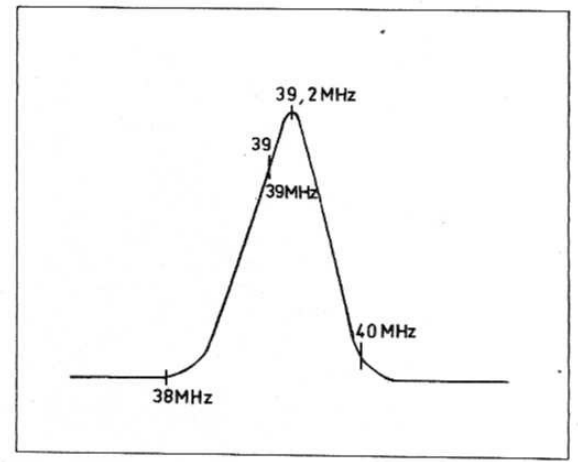

Fig.5
- Injecter le signal à 39,2 MHz du vobulateur de façon à avoir un signal sur le calibre 1,2 V (fig. 5).
Si nécessaire retoucher les réglages de 6370 - 6371 et 6372 (fig. 5).